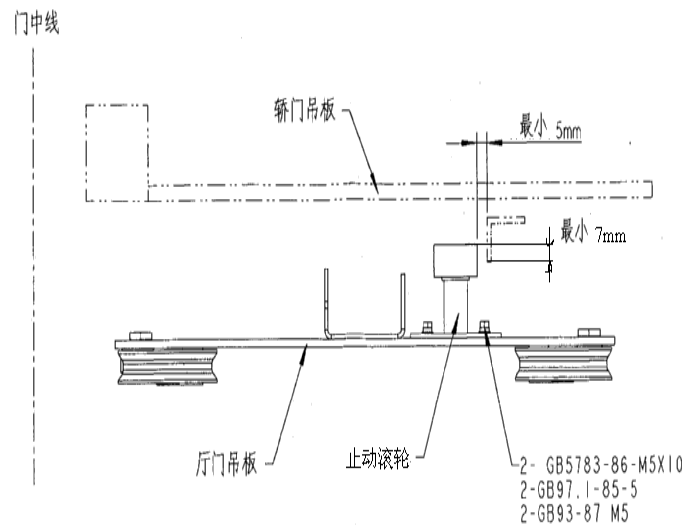

图 2-19 防扒叶片的装配
5. 关门到位时，止动滚轮（安装在厅门挂板上）与防扒门刀的相对位置如图 2-19 所示，且防扒门刀处于抬起状态（防扒门刀在关门过程中，防扒门刀上的滚轮在门机上的支架作用下抬起），需确保止动滚轮和防扒门刀距离大于 5mm。此时，叶片上的支架与门机上的支架相互脱离。